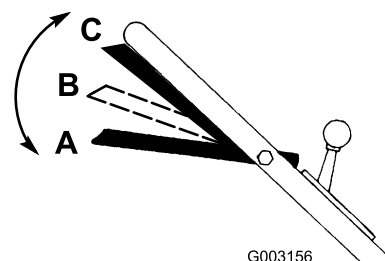

Figura 15
1. La barra de control de la cuchilla debe estar en la posición A (Figura 15).
2. Deslice la barra de control de la cuchilla a la derecha y elévela a la posición B para engranar la cuchilla (Figura 15).
3. Apriete la barra de control contra el manillar hasta que llegue a la posición C para avanzar (Figura 15).